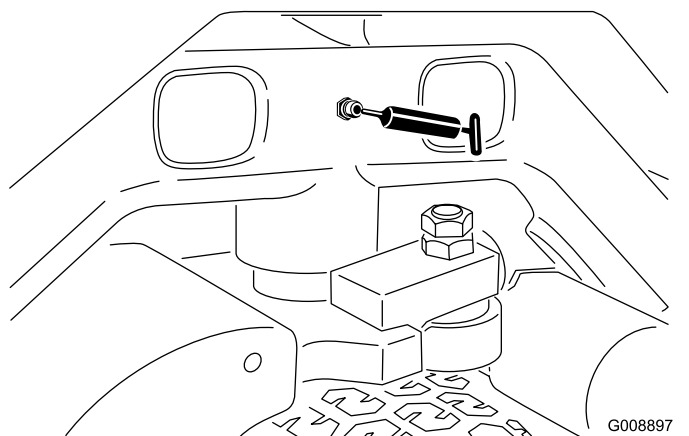

Рисунок 56
- Шарнир поворотного кулака (Рисунок 56)